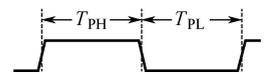

图 1.4 CLK 信号占空比
(1) CLK 是高速内核时钟,用于所有主要处理器接口时钟。L1 存储系统使用时钟的上升沿和下降沿。若所设计逻辑需要使用 CLK 信号下降沿,则其占空比需要为 50%,如图 1.4 所示。